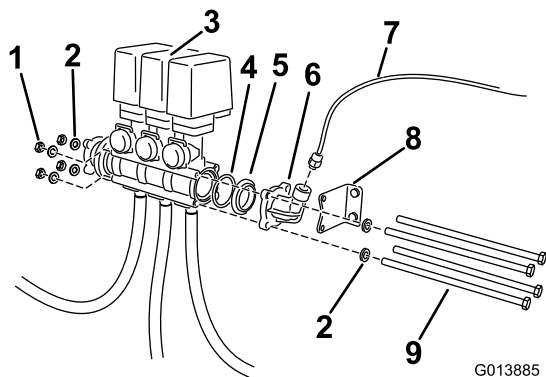

図 5
2. バルブ・アセンブリを固定している長いボルト・ナット類を外す (図 5)。
4. アダプタとエルボ・キャップを外す (図 5)。